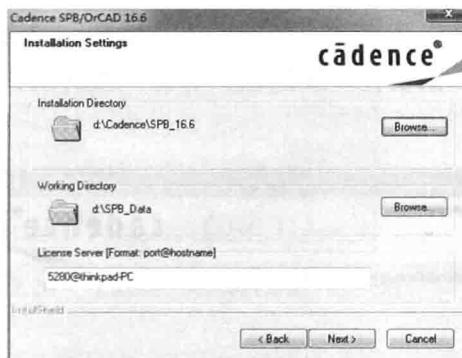
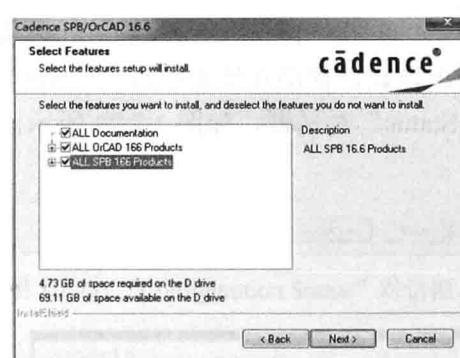

图 1.2.16 “Installation Settings”对话框
图 1.2.17 “Select Features”对话框
(9) 单击“Next”按钮，出现“Installation Settings”对话框，如图 1.2.16 所示。在“Installation Directory”区域和“Working Directory”区域中都可以选择到软件的安装路径。单击“Next”按钮，出现“Select Features”对话框，选中“ALL Documentation”选项，对特性选项进行设置，如图 1.2.17 所示。